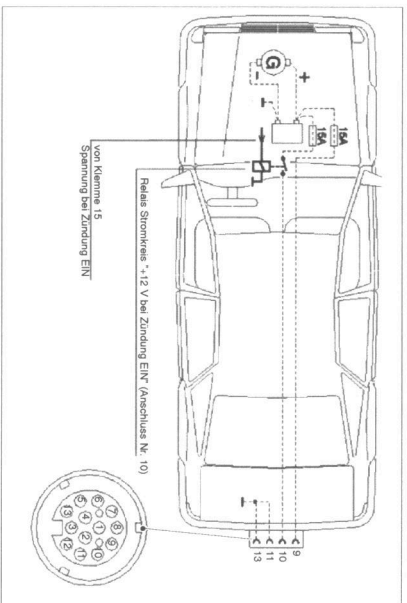

Bild 4 Anschluss Steckdose Zugfahrzeug
- Die Leitungen zum Stecker für das Zugfahrzeug wie folgt anschließen (s. auch Abb. 4):